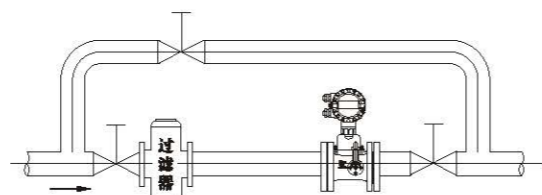

图7
- (4) 对外部环境的要求：
- (5) 对介质中含有杂质的要求：
- 为了保证流量计的使用寿命，如果介质内含杂质时，应在流量计的直管段前安装过滤器。（图7）